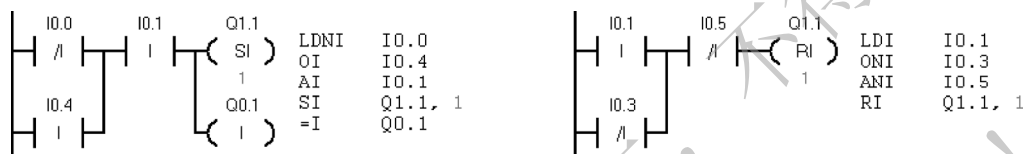

图 3-21 立即触点与立即输出指令
立即 (Immediate) 触点指令只能用于输入位 I，执行立即触点指令时，立即读取物理输入点的值，根据该值决定触点的接通/断开状态，但是并不更新该物理输入点对应的过程映像输入寄存器。在语句表中，分别用 LDI、AI、OI 来表示开始、串联和并联的常开立即触点（见表 3-6）。分别用 LDNI、ANI、ONI 来表示开始、串联和并联的常闭立即触点。触点符号中间的“1”和“/1”分别用来表示常开立即触点和常闭立即触点（见图 3-21）。
立即输出指令 (=I) 只能用于输出位 Q，执行该指令时，将栈顶值立即写入指定的物理输出点和对应的过程映像输出寄存器。线圈符号中的“1”用来表示立即输出（见图 3-21）。
执行立即置位指令 (SI) 或立即复位指令 (RI) 时 (见图 3-21)，从指定位地址开始的 N 个连续的物理输出点将被立即置位或复位， $N = 1 \sim 255$ ，线圈中的 I 表示立即。该指令只能用于输出位 Q，新值被同时写入对应的物理输出点和过程映像输出寄存器。置位指令与复位指令仅将新值写入过程映像输出寄存器。